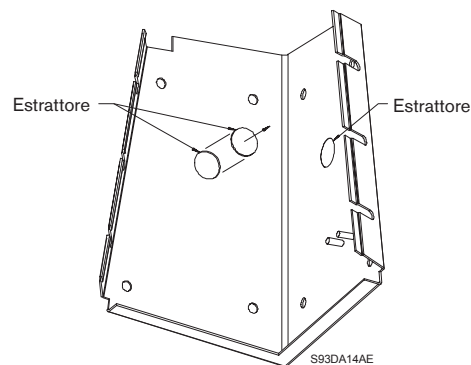

Figura 6: Estrattori
4. Decidere come sistemare i cavi all'interno della custodia. Se necessario, rimuovere l'estrattore appropriato (PG21 - 1"). Vedere Figura 6.